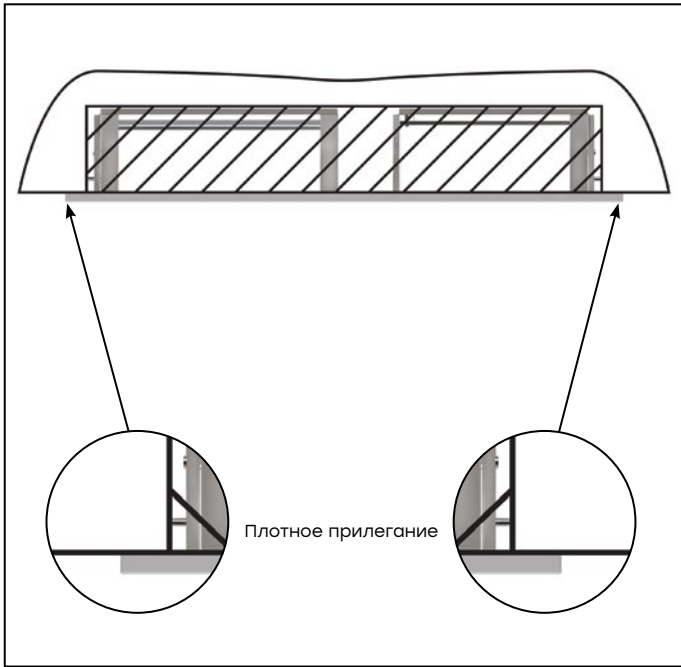

Рис. 21
- 2.1. Корпус щита этажного вставьте в нишу жилого здания. Края отбортовки фасадной рамки корпуса должны плотно прилегать к стене (рис. 21).